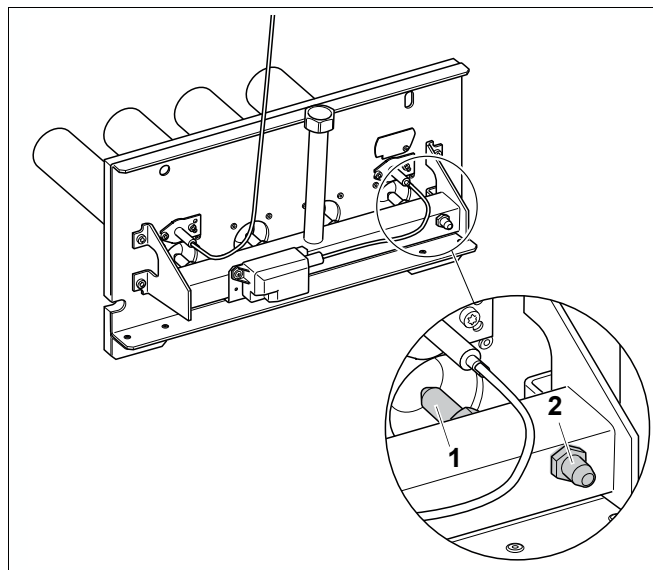

Рис. 49 Замена форсунок основного газа
- Заменить форсунки основного газа (рис. 49, поз. 1) на форсунки для нового вида газа. При этом нужно установить новые уплотнения.
- На два оборота открутить измерительный ниппель (рис. 49, поз. 2) на газораспределительной гребенке и надеть измерительный шланг U-образного манометра.